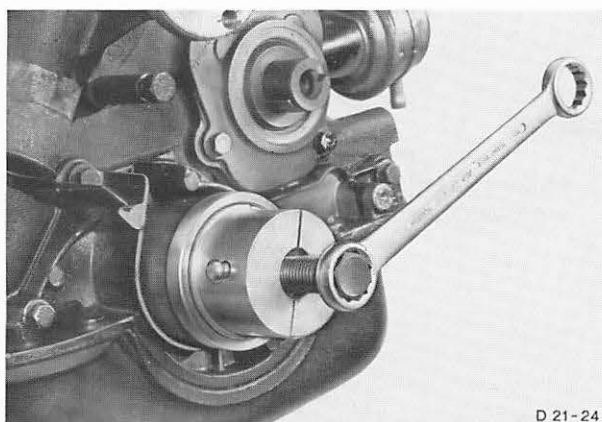

Abb. 83 Zahnriemenrad – Kurbelwelle mit Spezialwerkzeug 21-028 abziehen
10. Zahnriemenräder – Nebenwelle und Kurbelwelle abziehen. Bei fest sitzendem Zahnriemenrad-Kurbelwelle Spezialwerkzeug 21-028 verwenden, Abb. 83.